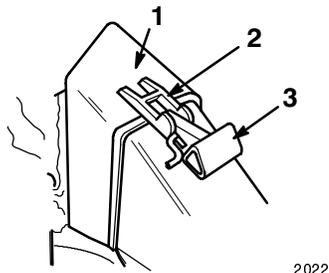

Figure 16
2. Vérifiez que la poignée du volet d'éjection est complètement abaissée vers l'avant (volet fermé) comme illustré à la Figure 16.
**Remarque :** Dans la Figure 16, la grille de protection n'est pas montrée pour plus de clarté.
3. Placez l'ouverture du sac sur l'ouverture de l'éjecteur, comme illustré à la Figure 16.